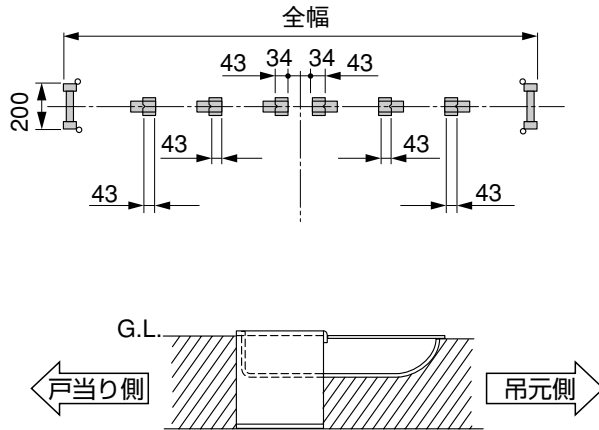

図4-2 サロンストッパー埋込金具
- サロンストッパー埋込金具を施工するときは埋込金具の向きに注意してください。(図4-2参照)